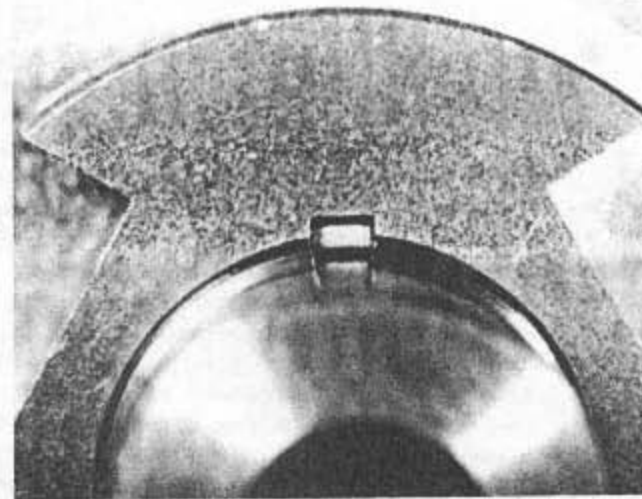

Bild 53
- Das rechte Lager der Ausgleichswelle und das Zahnrad können mit Hilfe eines Zwei- oder Dreiarmabziehers von der Welle abgezogen werden. Man lockere die Zentralschraube um etwa zwei Umdrehungen. Man belasse die Schraube in dieser Stellung, damit sie als Widerlager für die Abdrückschraube des Abziehers dienen kann. Das Zahnrad kann nun zusammen mit dem Lager langsam abgezogen werden, während man von Zeit zu Zeit die Zentralschraube wieder ein paar Umdrehungen herausschraubt, damit man mehr Bewegungsfreiheit erhält. Um zu verhindern, dass die drei Stossdämpferfedern in der Gegend herumfliegen, wickle man einen Lappen um das Ganze herum, bis das Zahnrad und das Lager entfernt worden sind. Federn, welche in ihrer Lage verblieben sind, können dann leicht herausgehoben werden. Man beachte die Schuhe, die in beiden Enden der Federn stecken. Die Nabe des Stossdämpfers sitzt sehr fest auf der Welle und wird durch einen «Woodruff»-Keil am Drehen gehindert (Bild 53). Der Abbau ist nicht erforderlich. Falls die Nabe verschlissen ist, muss sie zusammen mit der Welle erneuert werden. Diese Bestandteile werden nicht einzeln ausgeliefert.